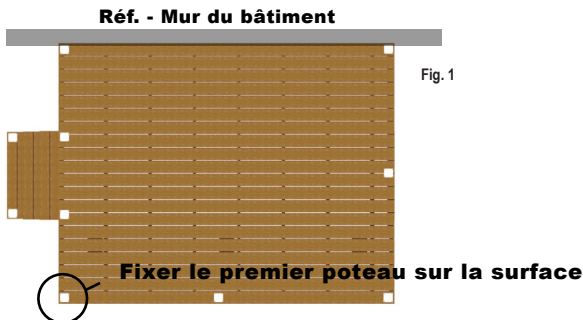

Fig. 1
(c.-à.d. à l'extrémité, au centre, au coin, etc.) (Voir la Fig. 1.)
- Fixez le premier poteau sur la surface à l'aide des pièces d'ancrage pour poteau recommandées. (Voir les Fig. 1 et 2.)